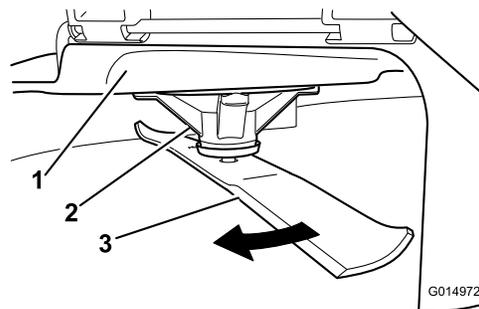

Bild 55
2. Tragen Sie dicke Handschuhe oder andere angemessene Handschuhe und drehen Sie das Messer, das Sie messen möchten, langsam in eine Stellung, in der das Messen des Abstands zwischen der Schnittkante und der ebenen Fläche der Maschine möglich ist (Bild 55).